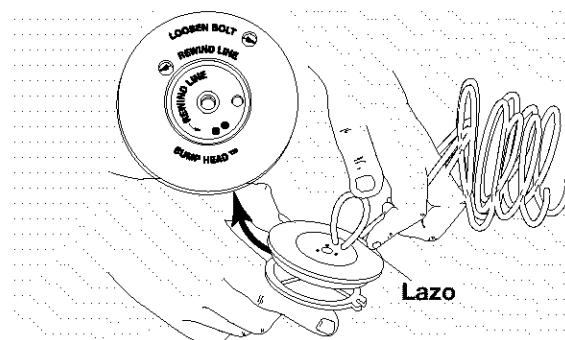

Fig. 23
1. Tome aproximadamente 25 pies (7.6 m) de línea de corte nueva. Enlácela en dos largos iguales. Inserte cada extremo de la línea a través de uno de los dos orificios del carrete. Tire de los extremos en forma equivalente hasta que el lazo es del menor tamaño posible (Fig. 23).